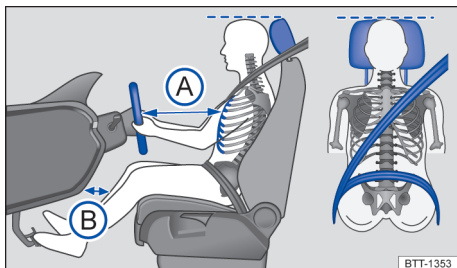

图 17 示意图：驾驶员与方向盘之间的安全距离，安全带及头枕的正确调整位置
- 调整头枕，使头枕上缘与头顶等高，但勿低于眼睛，脑后应尽可能贴近头枕 → 图 17。